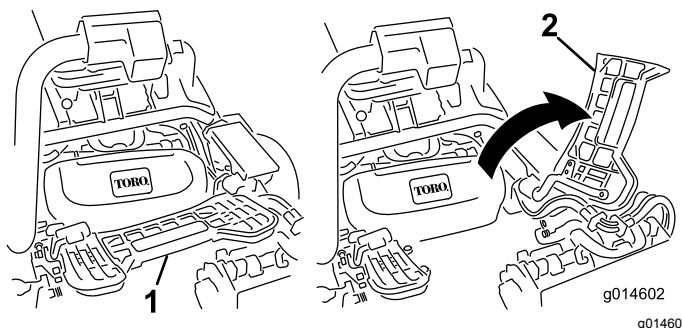

Figura 52
2. Eleve o apoio de pé e incline-o para aberto, permitindo o acesso à posição da unidade de corte central (Figura 52).